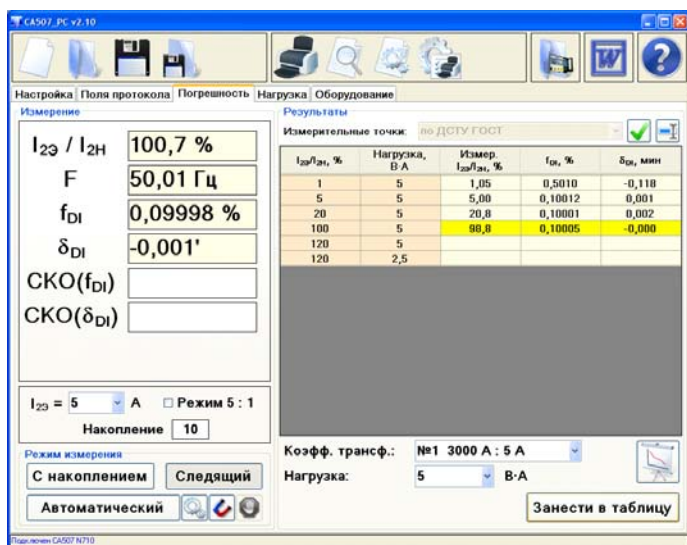

Рисунок 2.11
1) Для підготовки до вимірювання клацнути по вкладці "Погрешность" (рисунок 2.11).